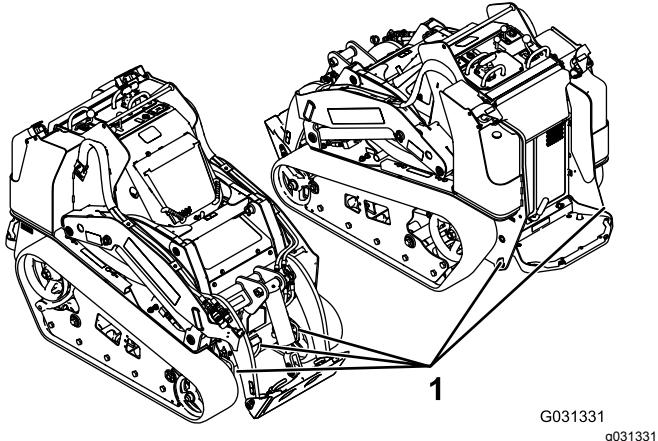

Figura 36
8. Utilizzate gli anelli di ancoraggio in metallo sulla macchina per fissare saldamente la macchina al rimorchio o all'autocarro con fascette, catene, cavi o funi (Figura 36). Fate riferimento ai regolamenti locali per i requisiti di ancoraggio.
La macchina può essere sollevata utilizzando gli anelli di ancoraggio/sollevamento come punti di sollevamento indicati nella Figura 36.